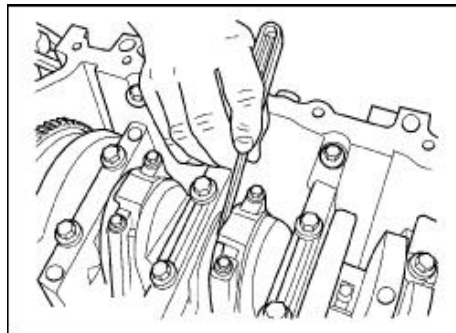

图. 80 测量连杆侧间隙
(2) 在安装新螺栓之前, 用机油润滑螺栓。
(3) 安装螺栓。
(4) 紧固螺栓 $26 \text{ N} \cdot \text{m} + 1/4$ 圈, 不能使用气动工具。
(5) 使用计量表, 检查连杆侧间隙(图 80), (查阅-发动机-说明)。